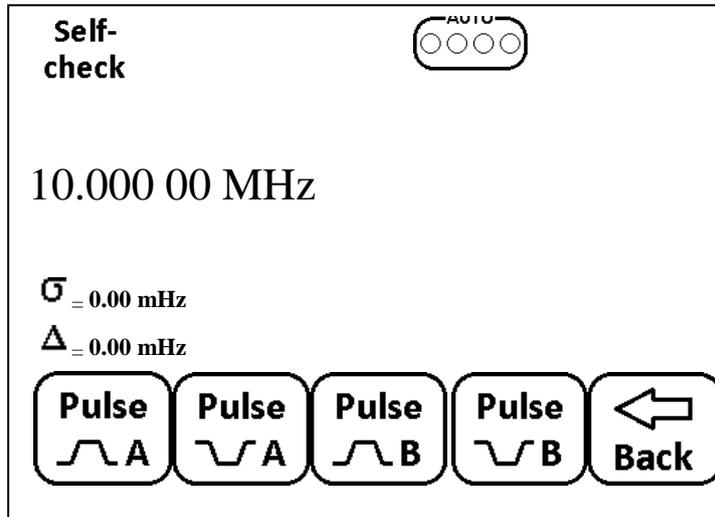

Рис. 6.22 Выбор режима измерения длительности импульсов в канале «А» или «В».
- Нажать кнопку меню F4, , при этом на экране ЖК монитора появится меню выбора канала измерения длительности импульса, см. Рис.6.22;